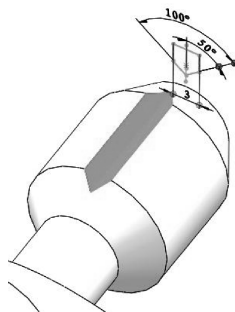

图 3-114 创建拉伸减除特征
- 退出草绘环境后，在拉伸属性面板中设置拉伸深度类型，单击【应用】按钮, 完成拉伸减除操作，如图 3-114 所示。